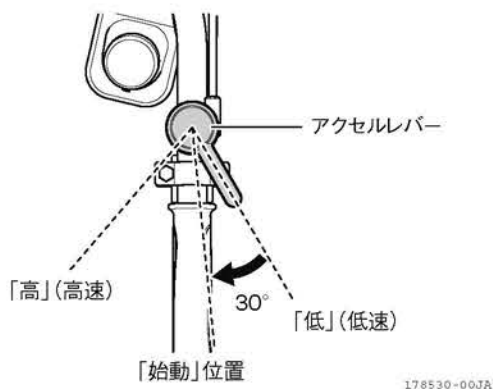

図 2-31 アクセルレバー「始動」
5. アクセルレバーを「始動」位置にします。(図 2-31)